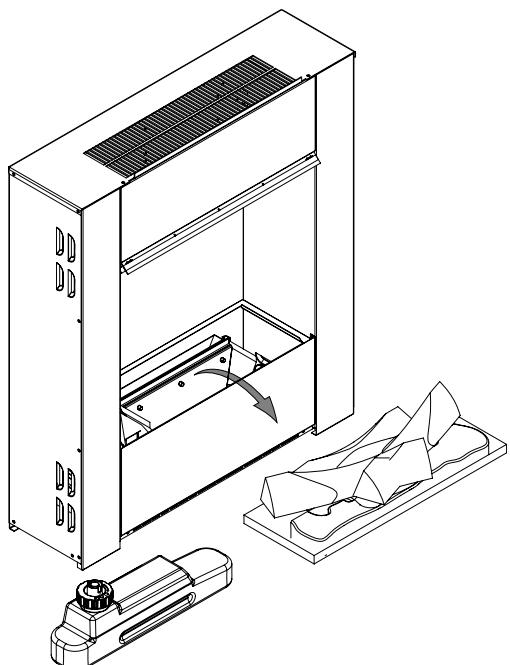
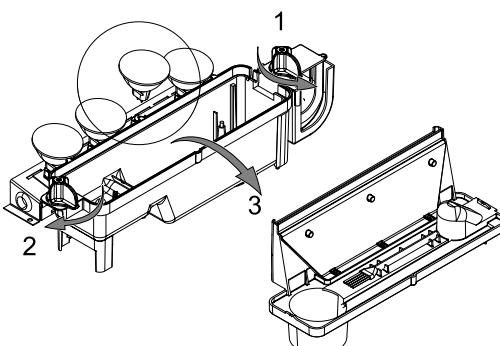

Fig.3
Fig.4
1. Bei eingeschaltetem Flammeneffekt das Feuerbett und den Wassertank (Siehe Abb. 3) und die Düse (Siehe Abb. 4) herausheben.
7. Entfernen Sie die defekte Lampe, indem Sie sie nach oben herausziehen, bis die Kontaktstifte frei kommen (vgl. Abb. 4 und 4a). Ersetzen Sie sie durch eine farbige Opti-myst-Lampe 12V, 50W, Sockel GU5.3. Leuchtwinkel 8°. Einzelheiten zur Bestellung von Ersatzlampen entnehmen Sie bitte dem Abschnitt Kundendienst.